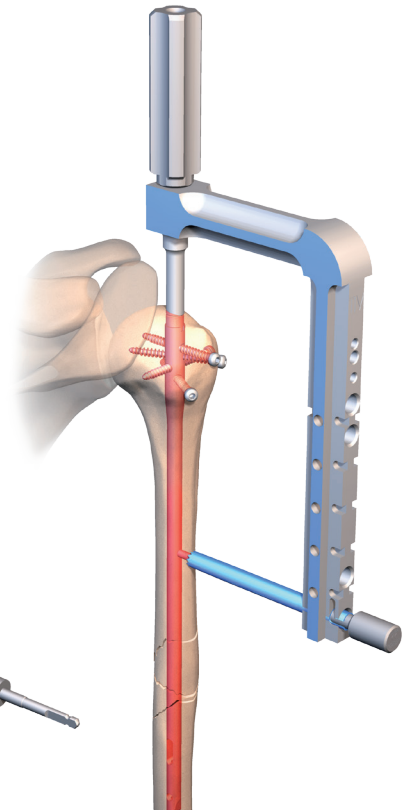

fig. 13
- Mettre le positionneur intermédiaire (**réf. 253 675**) dans son encoche, en laissant en place le petit canon de visée (**fig.13**).
fig. 13 bis